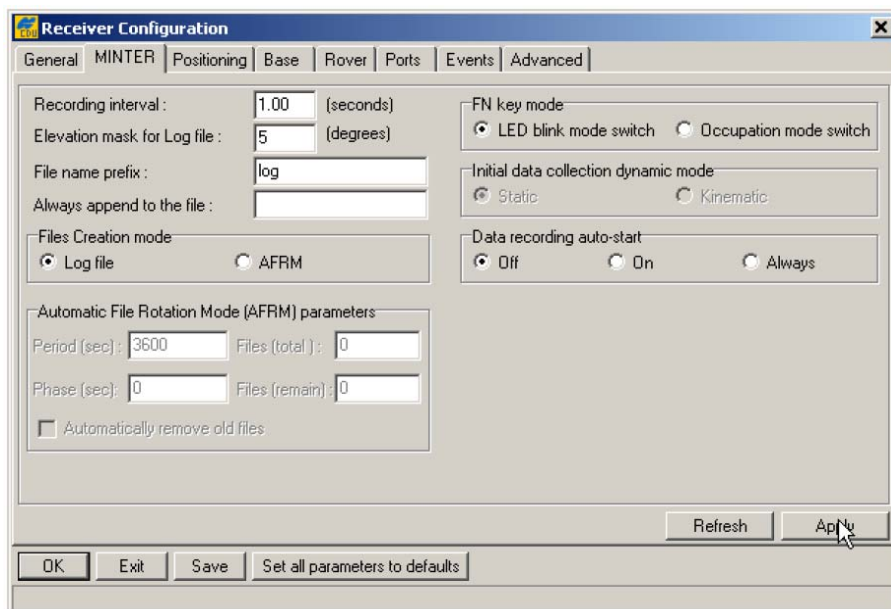

Рисунок 3-18. Вкладка **MINTER** диалогового окна **Connection Parameters** (Параметры интерфейсов)
5. Выберите пункт меню **Configuration > Receiver (Настройка > Приемник)**, затем вкладку **MINTER**, установите перечисленные ниже значения параметров настроек и щелкните на кнопке **Apply** (см. рис. 3-18). Описание этих параметров приводится на указанных страницах: